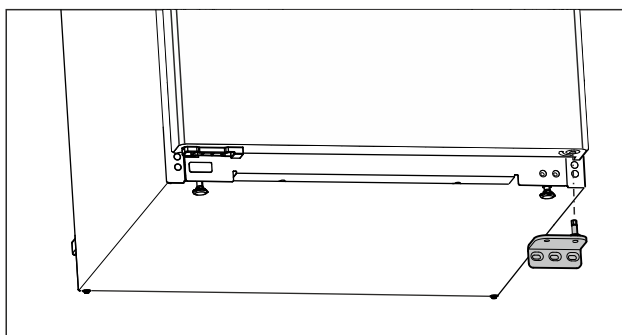

Fig. 16
- Sejměte stojan ložiska směrem dolů. (viz Fig. 16)